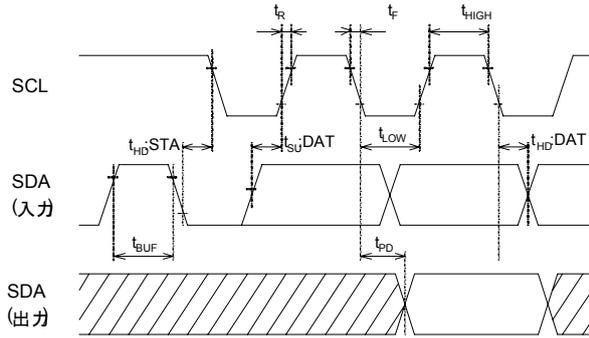

Figure 1. 同期データ入出力タイミング
- ・この IC は、常に SDA 及び SCL ラインがスタートコンディション（スタートビット）となっているかどうか検出していますので、この条件を満たさない限り、どのような命令も実行致しません。（Figure 1. 同期データ入出力タイミング を参照ください。）
- ・各々の命令を終了するには、ストップコンディション（ストップビット）、即ち SCL が “HIGH” となっている時に、SDA が “LOW” から “HIGH” に立ち上がることによって、各々の命令を終了することができます。（Figure 1. 同期データ入出力タイミング を参照ください。）